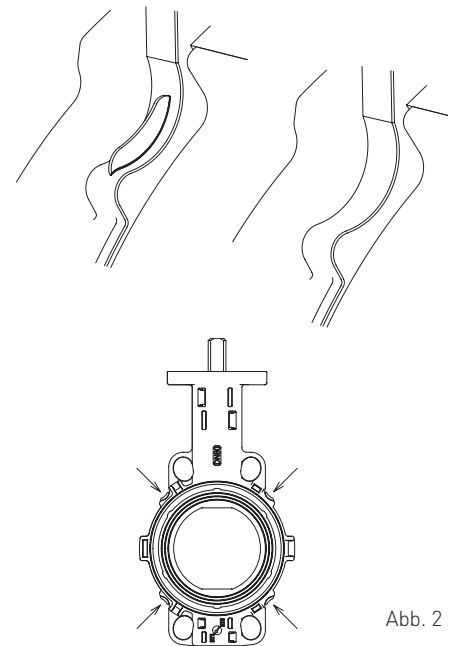

Abb. 2
- Für die Installation zwischen Flansche entspr. AS2129E DN 80 müssen die 4 mit den Pfeilen gekennzeichneten Vorsprünge entfernt werden (Abb. 2).